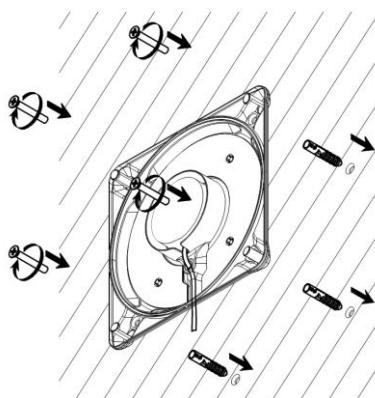

Рисунок 4 – Монтаж светильника на поверхности.
- 5.7. Установите светильник на заранее подготовленной плоской поверхности при помощи четырех винтов (Рисунок 4). При этом необходимо, чтобы кабель находился в специальном пазе на задней крышке светильника.